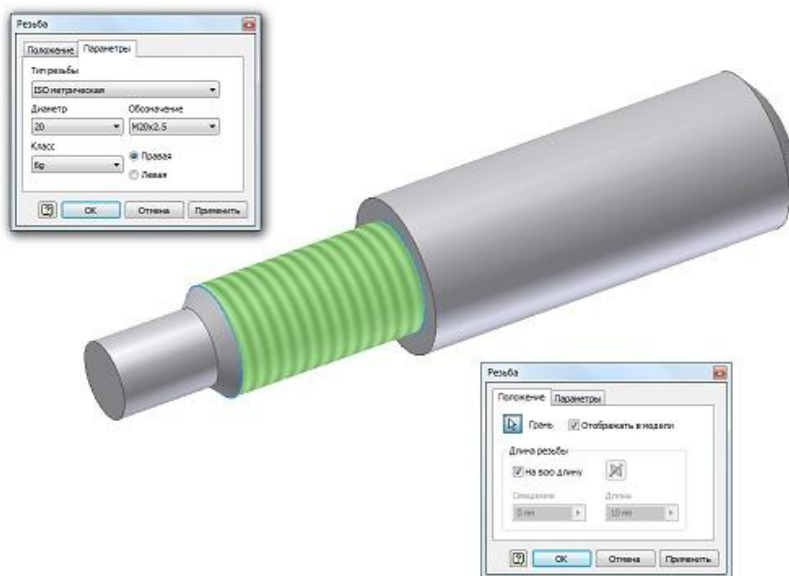

Рисунок 2.12 – Диалоговое окно резьба
- Из инструментальной панели вызовите команду  Резьба. При этом появится диалоговое окно **Резьба** (рис. 2.12).